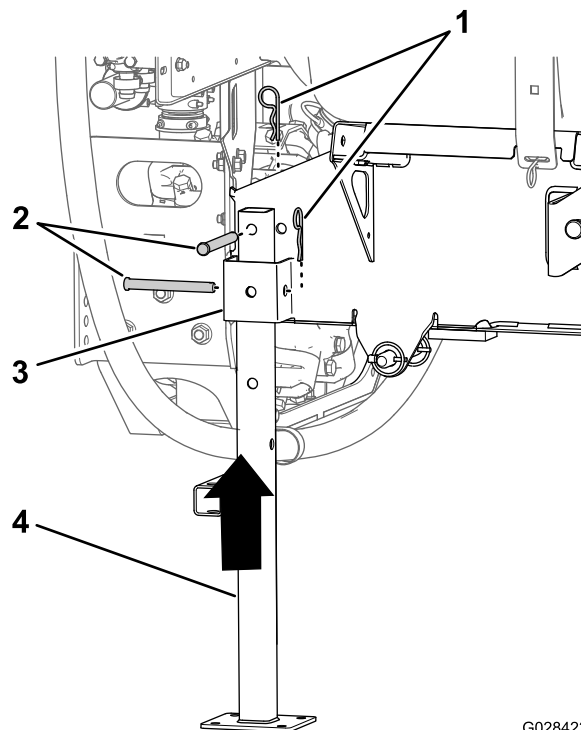

Figure 106
5. Alignez la jambe de support arrière sur le récepteur arrière (Figure 106).
6. Alignez le trou au sommet de la jambe de support et le trou dans le cadre du patin de cuve (Figure 106).
7. Fixez la jambe de support au récepteur et au cadre au moyen de 2 axes de chape et 2 goupilles fendues ($\frac{5}{32}$ " x $2\frac{5}{8}$ "), comme montré à la Figure 106.